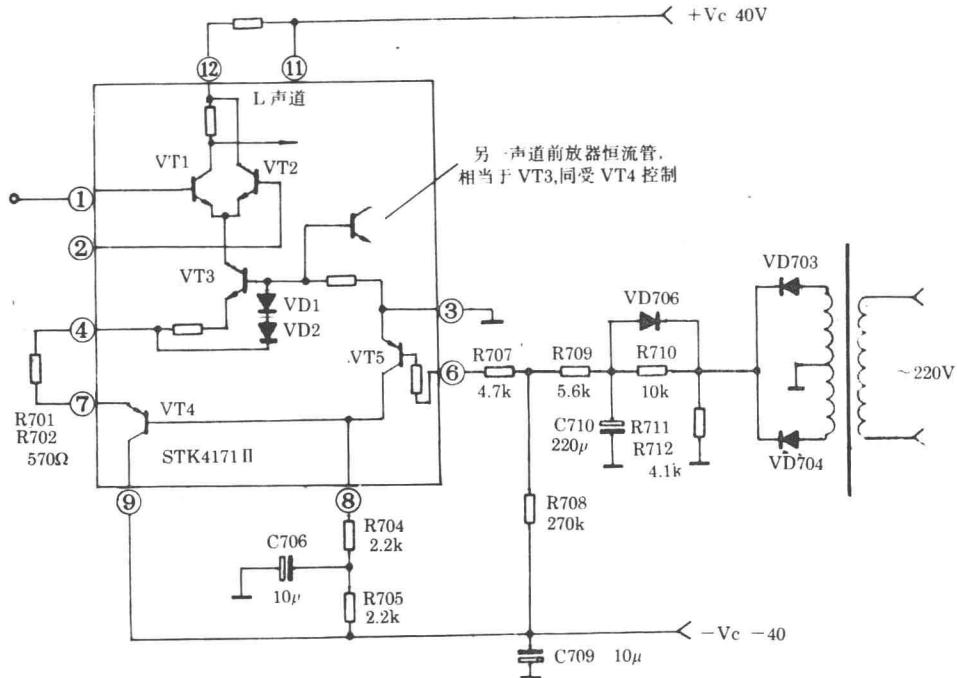

图 8
应该注意的是，在有些应用 STK4101 II、STK4101 V、STK4102 II 等系列功放 IC 的组合音响中没有利用 IC 内的静噪(开、关机)电路，即没有使用 IC 内的静噪控制管 VT5(见图 8)，其对应的引脚为③、⑥、⑧脚。图 2 所示典型应用电路是使用 IC 内静噪功能的，功放 IC 内的静噪电路与图 2 中打※号的外围元器件组成了静噪电路。现以实际的组合音响电路——先锋 DC-200Z 功放级静噪电路为例简介其原理，如图 8 所示。